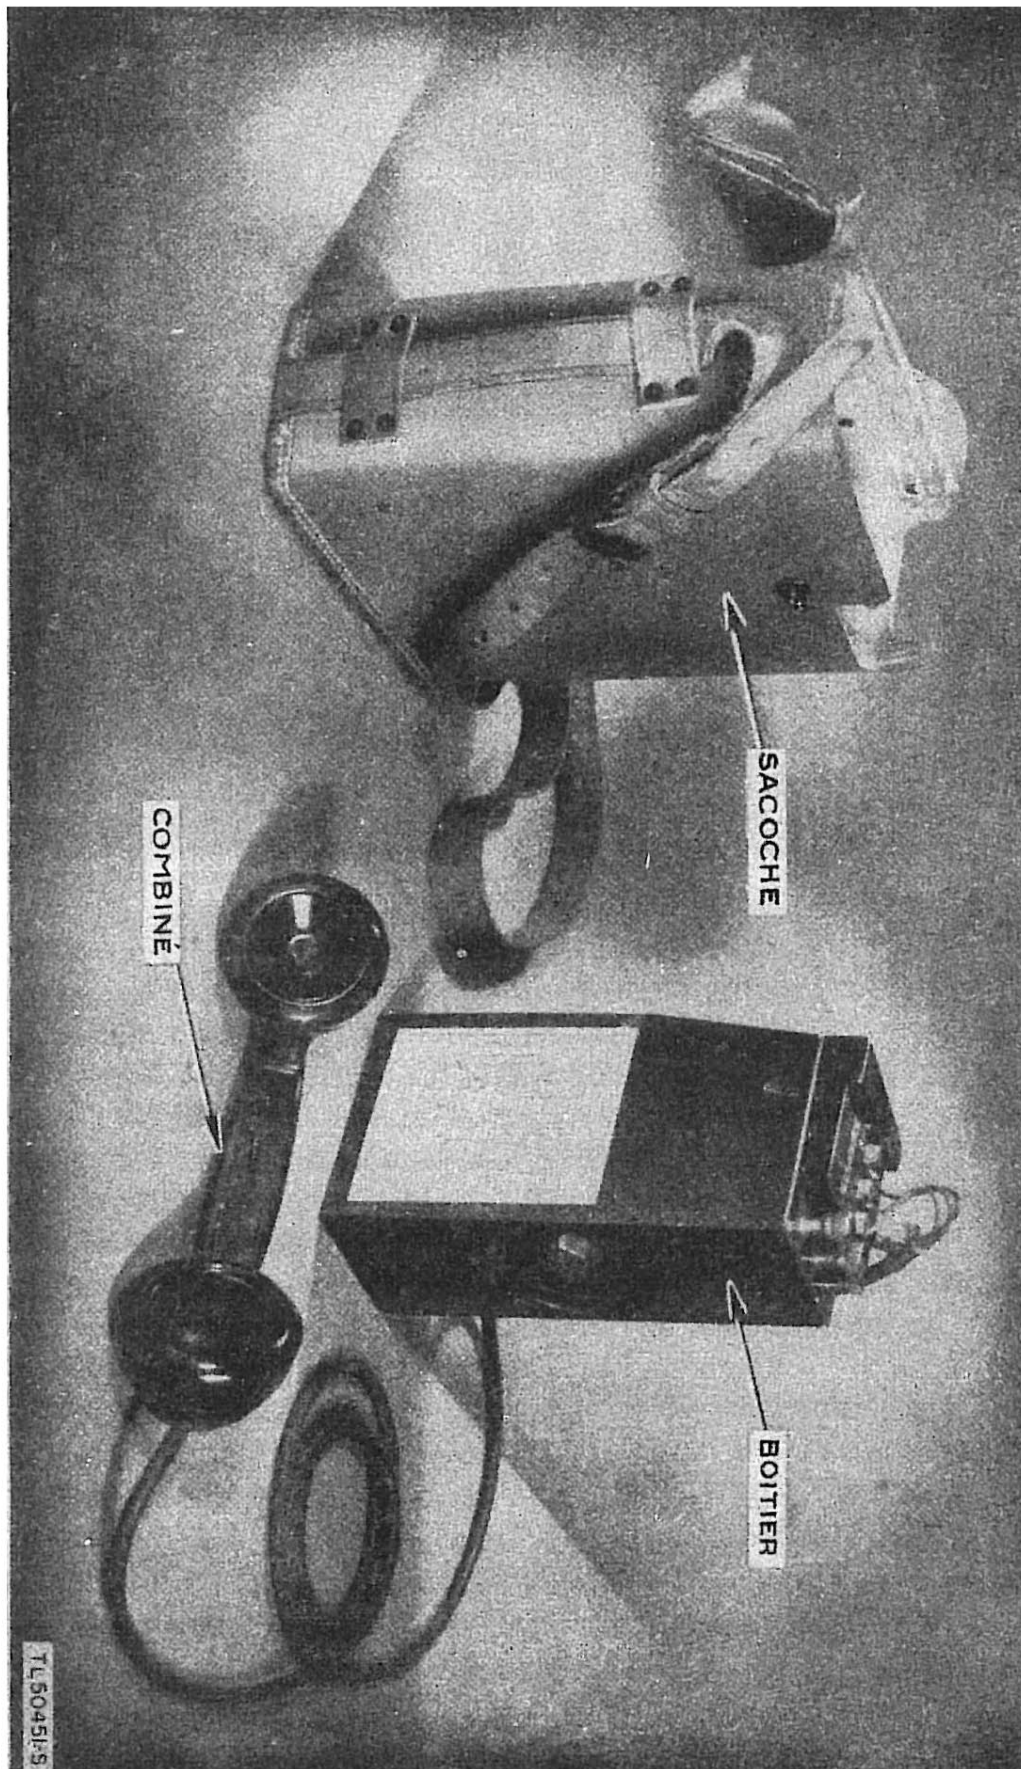

Figure 4. Appareil EE-8-A, le boîtier retiré de la sacoche.
c) BOÎTIER. Tous les éléments des téléphones EE-8 et EE-8-A sont montés sur un châssis d'alliage d'aluminium. Les éléments du téléphone EE-8-B sont montés sur un châssis en toile d'acier. Cet ensemble du châssis des éléments montés est appelé le boîtier. (Voir fig. 4.) Le compartiment de piles est dans le côté gauche supérieur du boîtier. Le châssis est fixé à la sacoche par sept vis métalliques.
d) *COMBINÉ TS-9-(\*).* Le combiné TS-9-(\*) comprend les pièces suivantes (voir fig. 4 et 9) :
(1) Le cordon CC-333 qui est un cordon sous caoutchouc contenant trois conducteurs sous caoutchouc coloré en noir, rouge et blanc. Ces conducteurs, à une extrémité du cordon, sont connectés aux bornes sur le jack T et BAT + C, et REC respectivement. Les conducteurs à l'autre extrémité du cordon sont connectés respectivement aux bornes marquées BK (ou B), R et W du combiné. Les cordons de retenue sont fixés aux extrémités.
(2) La poignée qui contient les bornes convenables, les connexions entre les pièces du combiné et le commutateur du combiné du circuit de l'émetteur.
(3) Un écouteur à une extrémité de la poignée et l'élément microphone à l'autre extrémité.